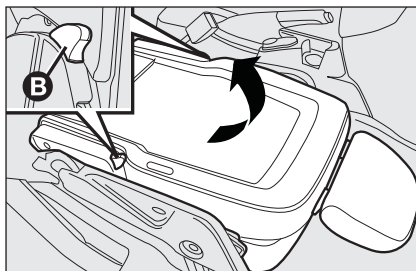

fig. 25
- ☐ bedien de hendels **B-fig. 25** vast en trek de stoel verder omhoog.